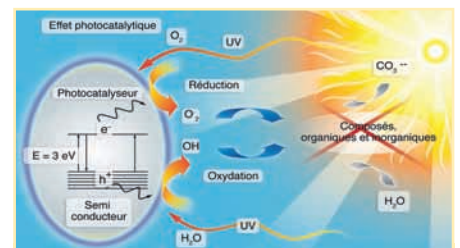

Figure 2
Mais on ira plus loin encore dans la protection environnementale avec des solutions qui contribuent à dépolluer l'environnement. C'est sans doute l'une des innovations majeures de ces dernières années dans l'univers du béton. En l'occurrence, un béton élaboré à partir d'un ciment à effet photocatalytique (figure 2) : sous l'action des rayonnements ultraviolets (UV), il permet la dégradation des polluants de l'air, principalement les oxydes d'azote (NOx) et les composés organiques volatils (COV), qui sont piégés par action directe à la surface du béton. L'argument prend tout son sens dans une zone logistique,